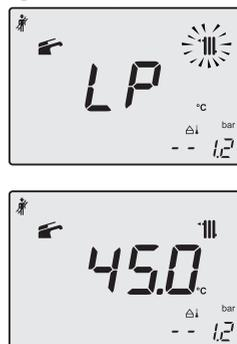

Figura 9.22
- Premere contemporaneamente i tasti 23 e 24 (Figura 9.20) fino a far apparire sul display LCD le lettere **LP** che si alternano con il valore di temperatura dell'acqua di riscaldamento (es.45), indicanti l'entrata nell'attivazione della "funzione spazzacamino" alla potenza minima (Figura 9.22).